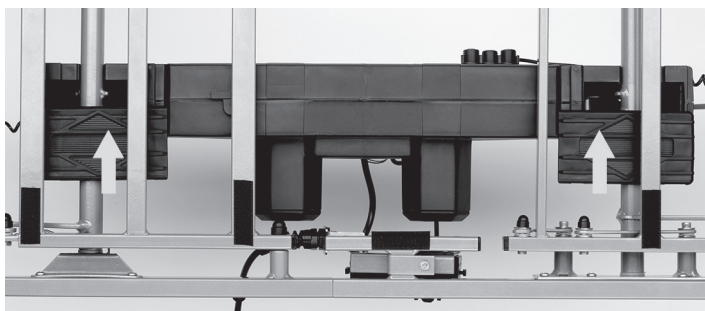

Abb. 7
7. Hängen Sie den Kastenmotor an die Hebetheile der Liegefläche ein (Abb. 6). Mit den Verschlusschiebern an beiden Seiten wird der Kastenmotor fixiert (Abb. 7). Achten Sie darauf, die Verschlusschieber bis zum Anschlag einzuschieben.